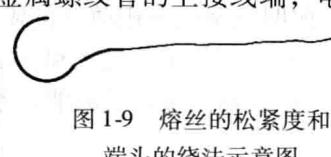

图 1-9 熔丝的松紧度和端头的绕法示意图
- 2) 安装熔丝时，熔丝端头绕向应正确，不要折弯和扭伤熔丝，不要过松或过紧，以免熔丝的额定电流降低或发热量增加，导致熔丝局部过热误熔断，要使熔丝自然成形。图 1-9 所